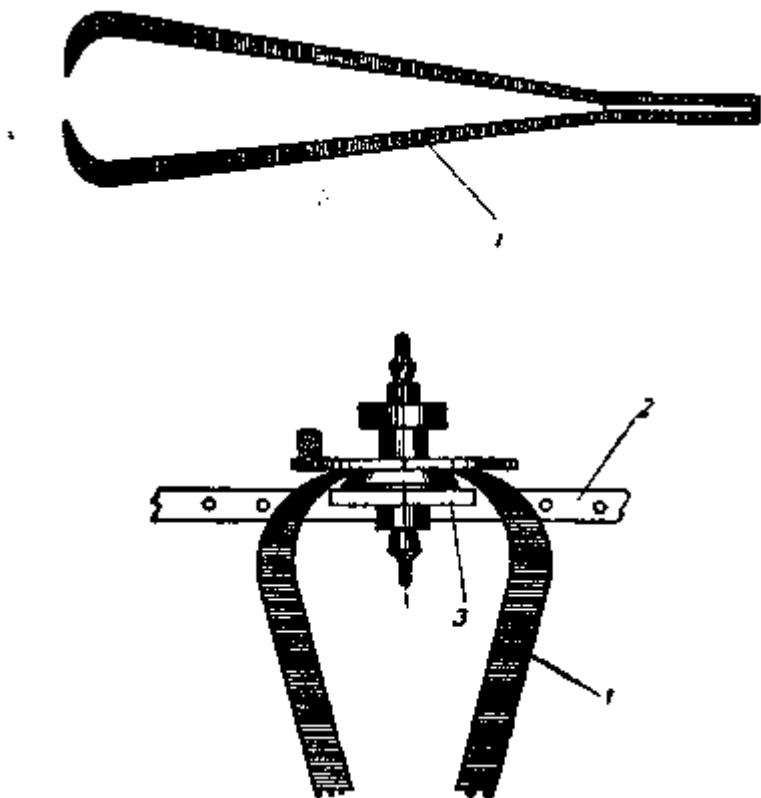

Рис. 106. Пинцет для снятия двойного ролика:
**Двойной ролик.** Указанный выше способ закрепления одинарного ролика также относится и к двойному ролику. Двойной ролик следует снимать специальными пинцетами (рис. 106).